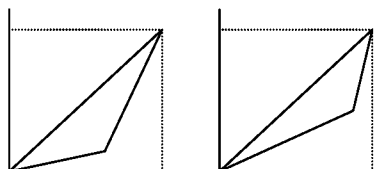

Рис. 1. Страна А Рис. 2. Страна Б
5. При оценке степени неравенства в персональном распределении доходов с помощью кривой Лоренца следует обращать внимание на форму кривой. На рис. 1 и 2 представлены кривые Лоренца для двух стран с одинаковым коэффициентом Джини. О чем говорят представленные формы кривых: а) степень неравенства больше в стране А; б) степень неравенства больше в стране Б; в) в странах одинаковая степень неравенства? Выберите правильный ответ и поясните.